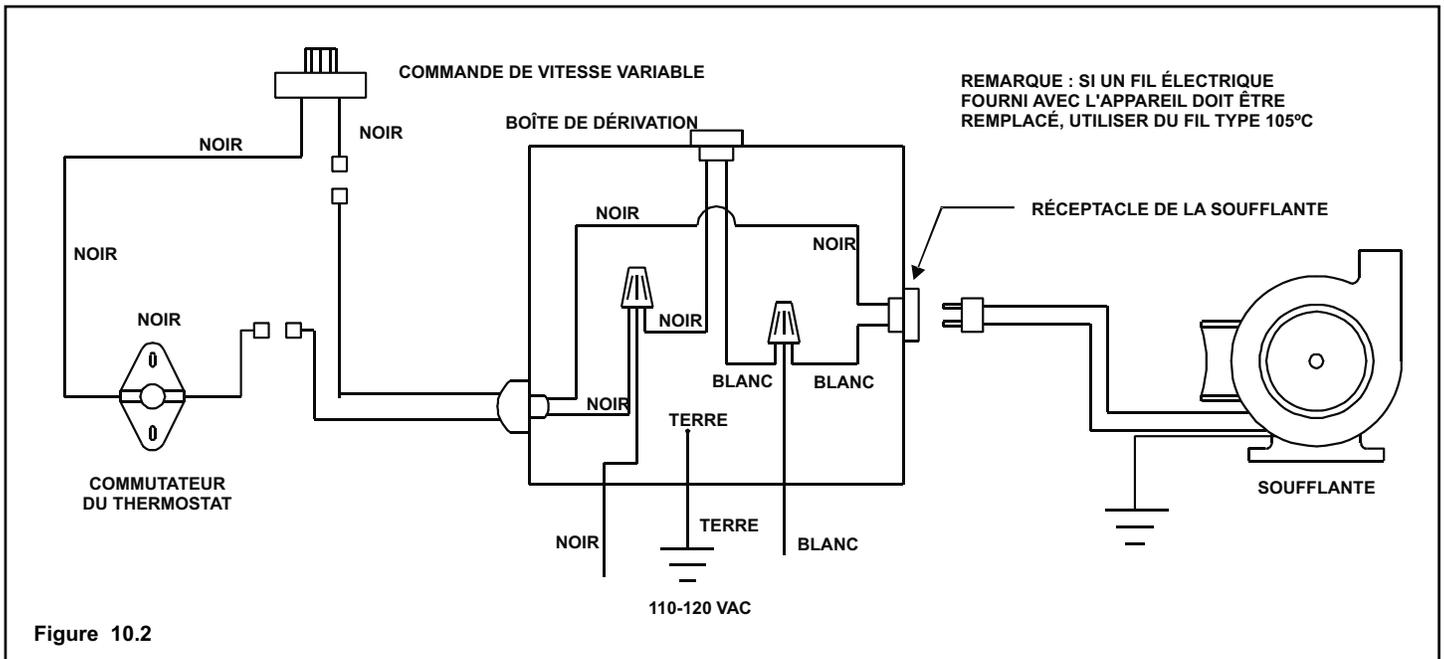

Figure 10.2
- Il est recommandé d'installer une boîte de dérivation de 110 V ca pour pouvoir y connecter un ventilateur ou une commande à distance. (Voir la figure 10.2 illustrant la boîte de dérivation).